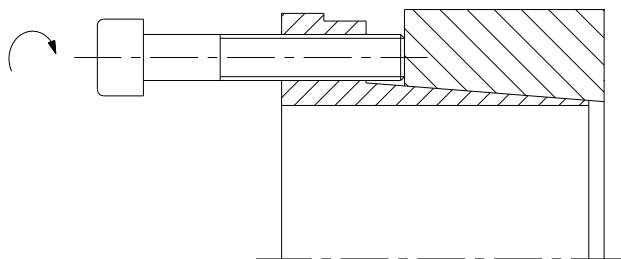

Fig. 8 : Sortir la frette de serrage KTR 200
- Placer les vis dans les filets de démontage de la bague intérieure (repère 2) (voir figures 8 et 9).